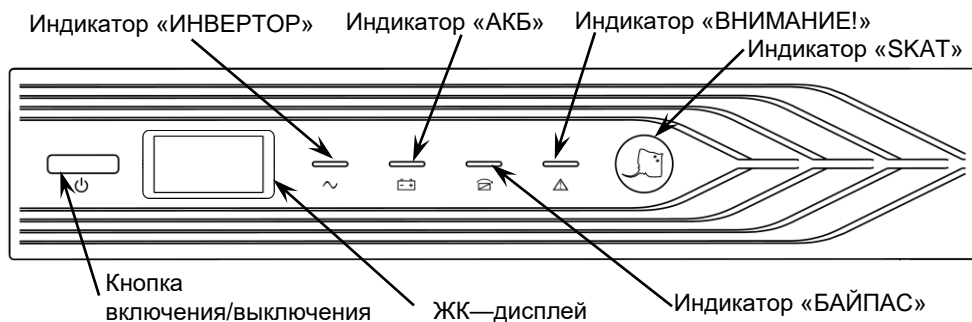

Рисунок 1 – Общий вид передней панели изделия.
**Изделие выполнено** в металлическом корпусе с перфорированной пластиковой передней панелью, на которой расположены: кнопка включения/выключения, ЖК—дисплей и светодиодные индикаторы (см. рисунок 1 и приложение 4).